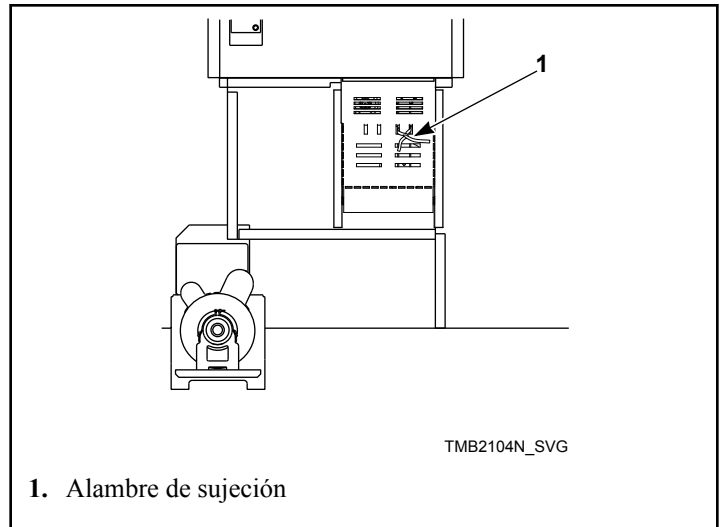

Figura 12
3. Quite y deseche el alambre de sujeción del interruptor de flujo de aire de modo que se mueva libremente. Consulte la *Figura 12*.